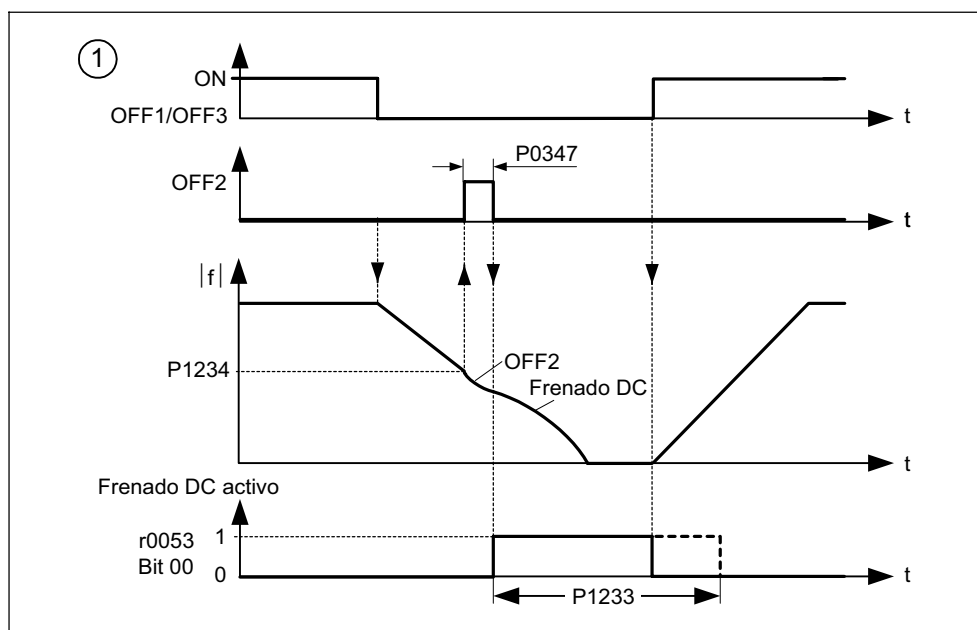

Figura 3-52 Freno por CC después de OFF1 / OFF3
2. Activar el freno por CC con OFF1 ó OFF3 (véase Figura 3-52). El convertidor desacelera con la rampa parametrizada OFF1 / OFF3 hasta la frecuencia de aplicación del freno por CC P1234. La energía cinética del motor va disminuyendo sin riesgo para el accionamiento. Si se ha seleccionado un tiempo de deceleración muy pequeño, se puede generar un fallo por sobretensión en el circuito intermedio F0002.